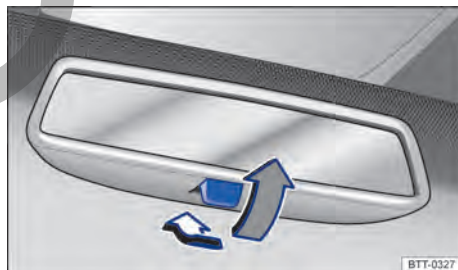

Fig. 92 En el parabrisas: retrovisor interior antideslumbrante manual.
- Para oscurecer el retrovisor, tire de la palanca hacia atrás → fig. 92.